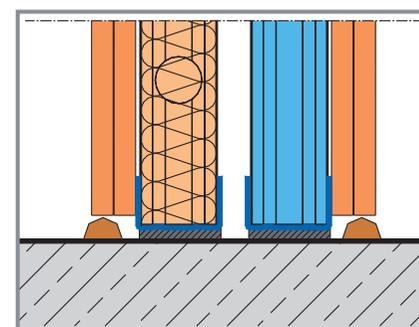

Fig. 19 KMA - Étanchéité à l'air en pied de cloison
- En cloison séparative KMA (Fig. 19)